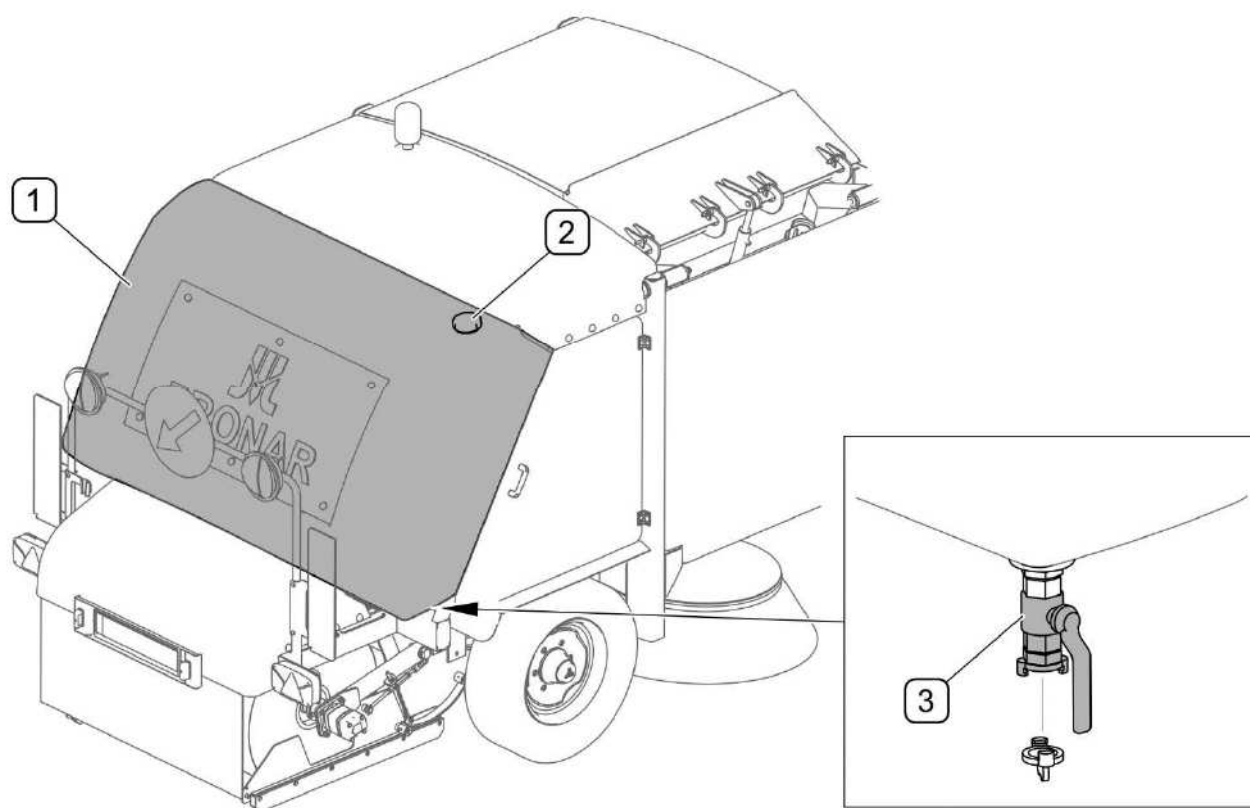

РИСУНОК 4.9 Бак для воды
Наполнение бака для воды (1) в системе полива разрешается через заливное отверстие с пробкой (2), расположенное в верхней части бака (РИСУНОК 4.9). Можно заливать воду в бак непосредственно из водопроводной сети при помощи кулачкового соединения с краном (3). Во время работы машины необходимо контролировать уровень воды в баке. В случае отсутствия воды в баке необходимо выключить систему полива.